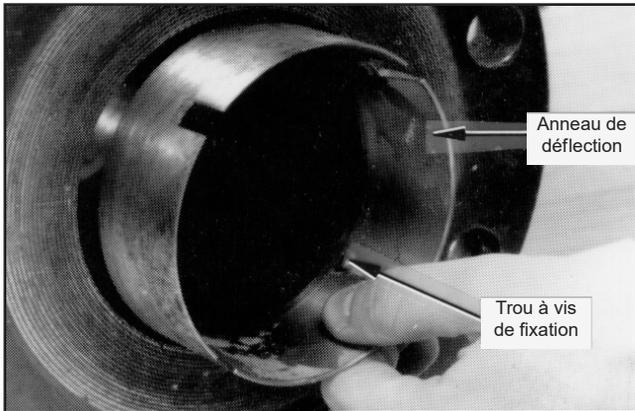

Figure 14
13. Pour un débitmètre à turbine unidirectionnel, il n'est pas nécessaire de déposer l'anneau de déflexion pour entretenir les pièces internes du débitmètre. Si l'anneau est déposé, il doit être replacé exactement dans sa position précédente étant donné que ce dernier positionne correctement le stator amont par rapport au stator aval. S'il est nécessaire de l'enlever, enlever la vis de fixation et faire glisser l'anneau de l'extrémité amont du débitmètre, figure 14.